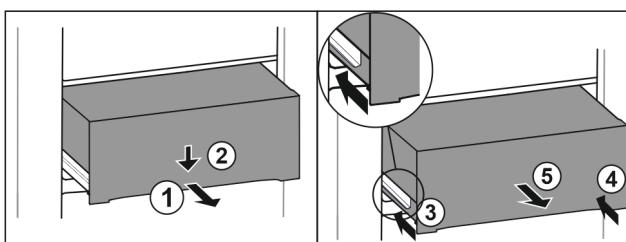

Fig. 102
- Schubfach halb herausziehen. Fig. 102 (1)
- Schubfach an der Vorderseite nach unten drücken. Fig. 102 (2)
- Linke Schiene etwa 2 cm einschieben. Fig. 102 (3)
- Rechte Schiene etwa 2 cm einschieben. Fig. 102 (4)
- Schubfach nach vorne entnehmen. Fig. 102 (5)